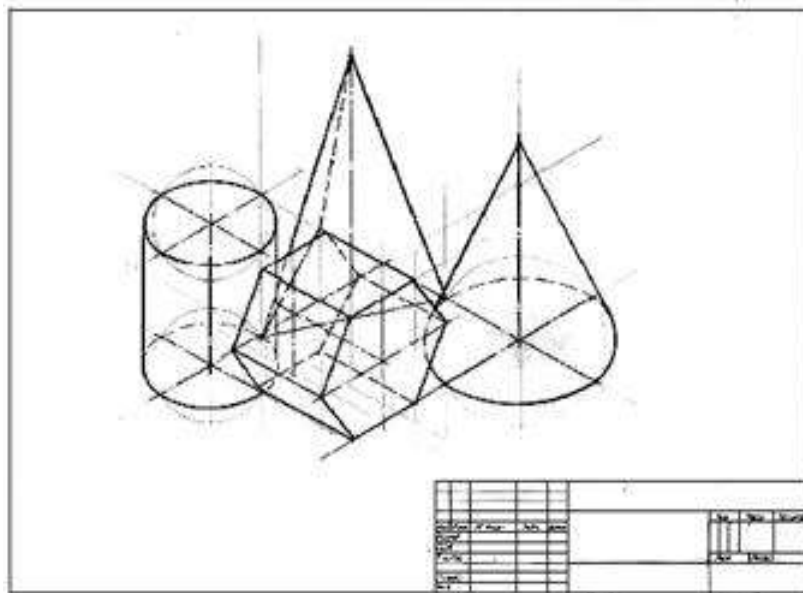

Рис.19 Пример выполнения практической работы
7. Проверьте правильность построений. Обведите чертеж, рис. 19..